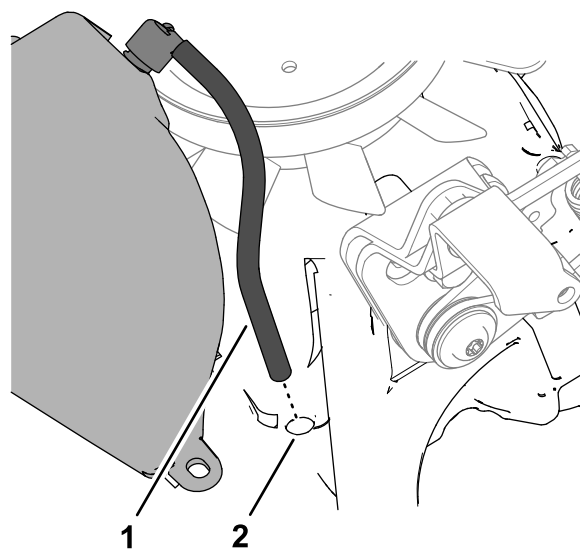

Figure 60
5. Insérez le flexible d'évent du vase d'expansion dans le trou du carter principal de la boîte-pont (Figure 60).